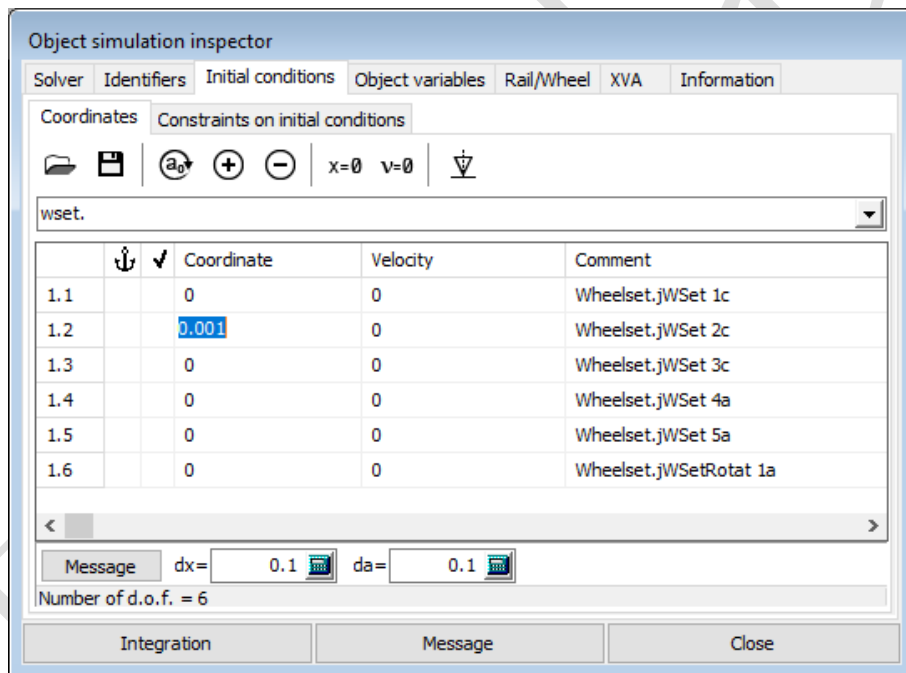

图 1.6 设置初始条件
2. 定位到 **Initial conditions | Coordinates** 页面，如图 1.6 所示。